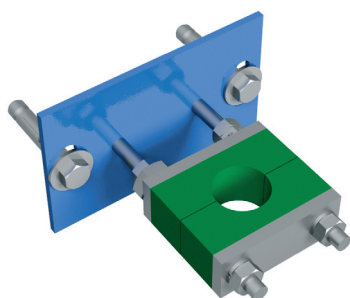

Fig. 8
- Se recomienda un soporte-guía de husillo cada 1,5 m. (Fig. 8)